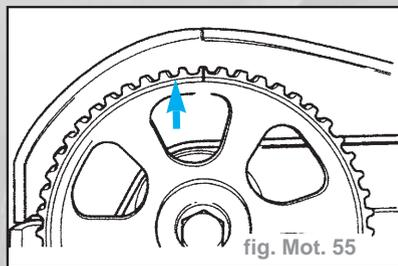

fig. Mot. 55
- Amener le pignon d'arbre à cames sur le repère de PMH du cylindre 1 (fig. Mot. 55).